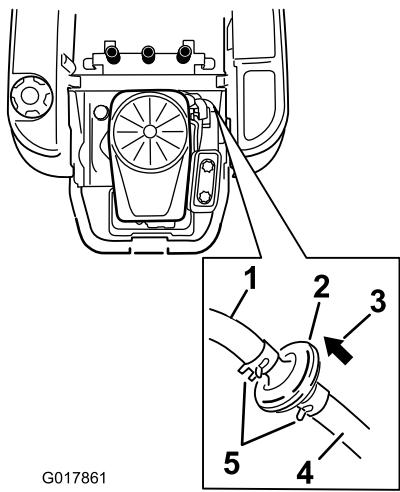

Figure 35
3. Soulevez le siège et localisez les filtres à carburant, comme illustré à la Figure 35.
4. Pincez les extrémités des colliers et faites glisser ceux-ci pour les éloigner du filtre (Figure 35).
6. Posez un filtre neuf en veillant à orienter la flèche indiquant le sens d'écoulement vers le moteur. Rapprochez les colliers de flexibles du filtre (Figure 35) pour le fixer en place.